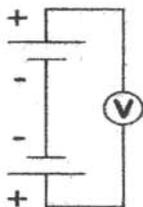

Figura 2.24
- m) Conecte las pilas como se indica en la figura 2.24 y 2.25 (conexión serie sustractivo), mida y anote en la tabla 2.23 el voltaje total entre terminales.